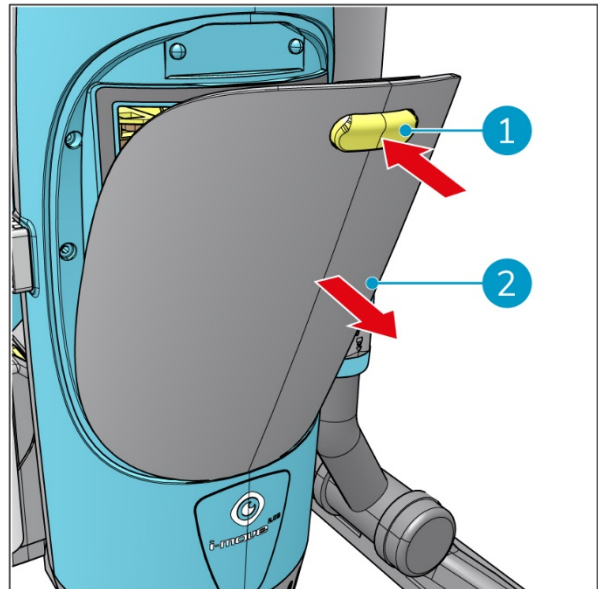

Figura 21
2. Carregue no botão amarelo (Figura 21, posição 1) para desbloquear a porta.
3. Remova a porta (Figura 21, posição 2).
7. Substituir a escotilha (Figura 21, posição 2).